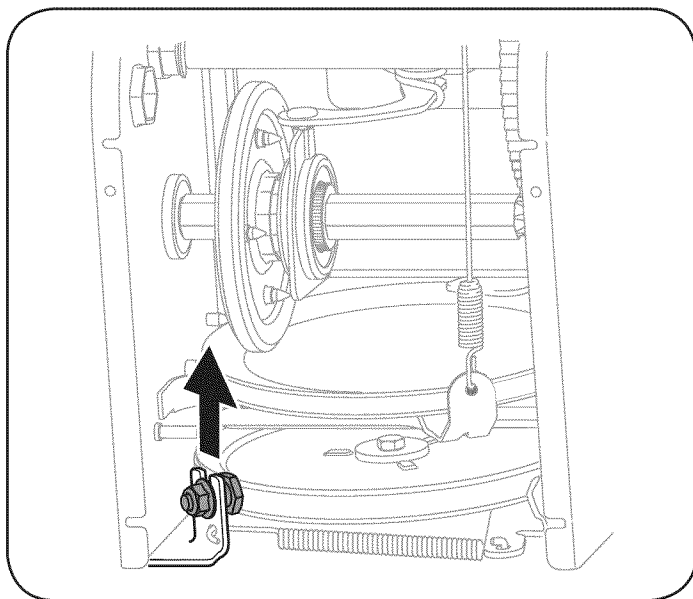
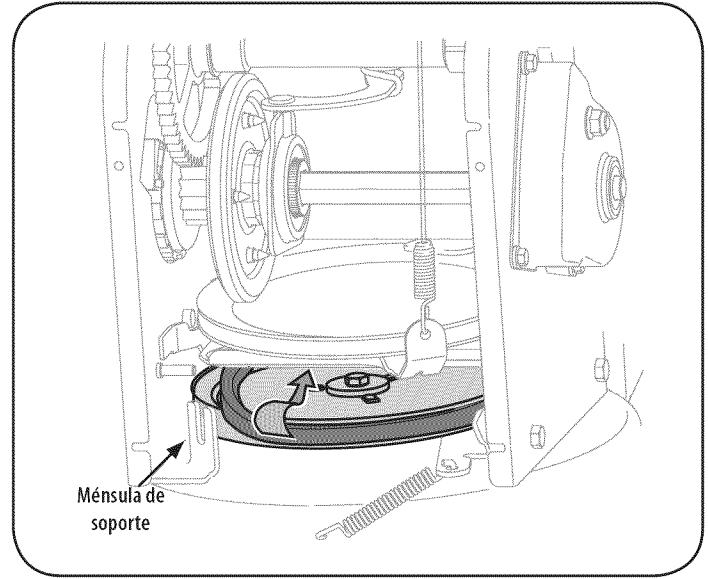

Figura 32
Figura 33
7. Afloje y retire el tornillo con reborde que actúa como guarda de la correa. Vea la Figura 32.
8. Retire la correa de alrededor de la polea de la barrena y deslice la misma entre la ménsula de soporte y la polea de la barrena. Vea la Figura 33.
NOTA: NO olvide volver a instalar el tornillo con reborde y volver a conectar el resorte al marco tras instalar una correa de la barrena de repuesto. Vea la Figura 32 y Figura 33.